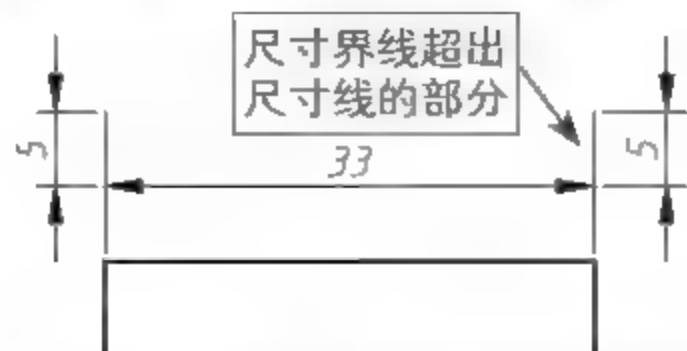

图5-13 【超出尺寸线】设置为5时的示例
- 超出尺寸线：控制尺寸界线超出尺寸线的距离，如图5-13所示。